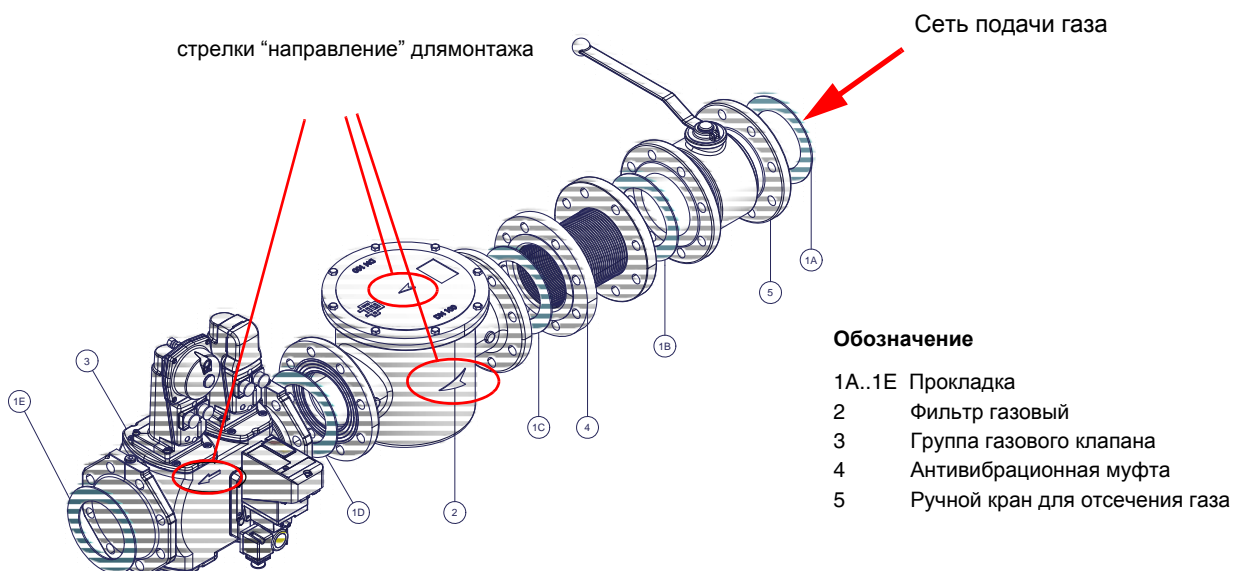

Рис. 5 - Пример газовой рампы
- 1 - б) при фланцевых соединениях: между соседними компонентами устанавливать прокладку (1A..1E - Рис. 5), совместимую с используемым газом,